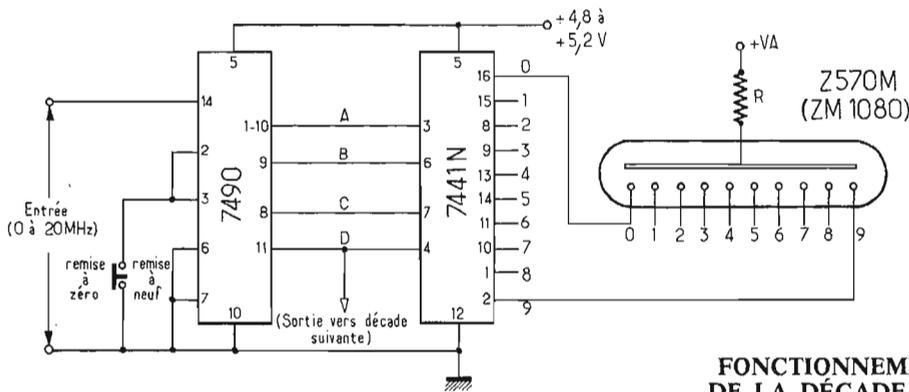

Fig. 2. — Schéma des liaisons entre décade, décodeur et tube d'affichage. Dans l'intérieur des cadres représentant les cir-
La figure 2 représente le montage de la décade, du décodeur et du tube d'affichage. Afin de simplifier le schéma, les liaisons entre décodeur et tube n'ont été omises. Les signaux d'horloge, c'est-à-dire les signaux générés par le relaxateur, sont appliqués à l'entrée de la décade 7490, qui compte les impulsions en code B.C.D. (binaire codé décimal). Il apparaît, sur les sorties A, B, C, D, des impulsions représenta-
Le montage de la figure 2 n'est capable de compter que de 0 à 9. Si on désire réaliser un compteur de plus grande capacité, il sera nécessaire de doubler, tripler, quadrupler, etc., ce montage. Par exemple, si l'on veut construire un compteur entre 0 et 99, il faudra utiliser deux 7490, deux 7441 et deux tubes Z570M. La sortie D du premier 7490 attaquera l'entrée (14) du second 7490.
La remise à zéro s'effectue en appliquant sur une entrée particulière des bascules une impulsion d'inhibition qui les remet toutes à l'état 0. Le poussoir de remise à zéro de la figure 2 est normalement fermé de sorte que les points 2 et 3 du 7490 sont réunis à la masse. En ouvrant le circuit, on provoque un signal qui est appli-